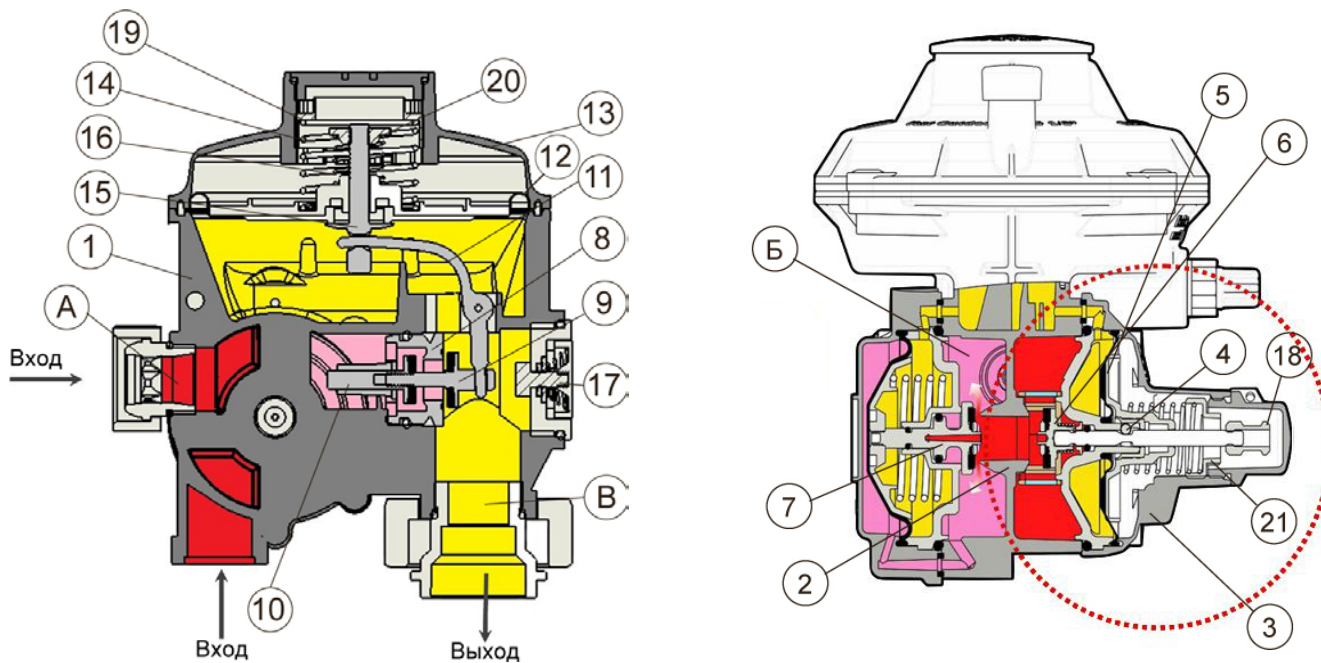

Рис.1
2.3.10 Настройка выходного давления производится вращением регулировочной гайки 19 (см. рисунок 1), изменяющей затяжку пружины 14. При вращении гайки по часовой стрелке выходное давление увеличивается, при вращении гайки против часовой стрелки - уменьшается.